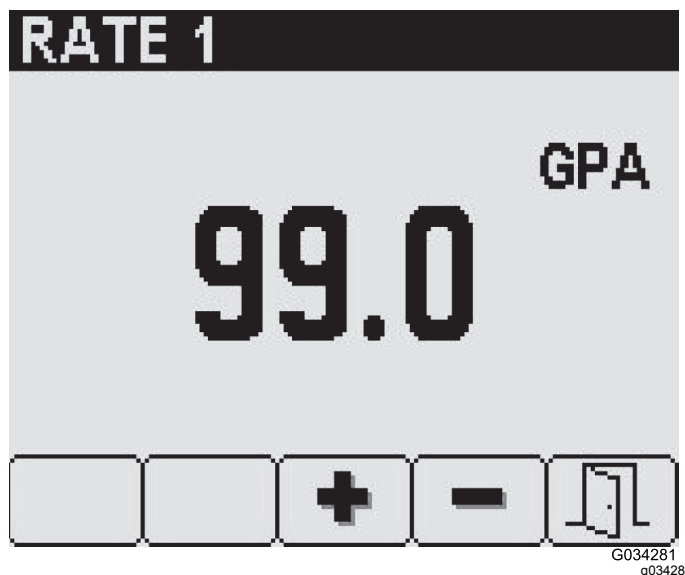

Figura 18
3. Nella schermata per il volume selezionato, utilizzate i pulsanti 3 e 4 per impostare il volume desiderato (Figura 18).